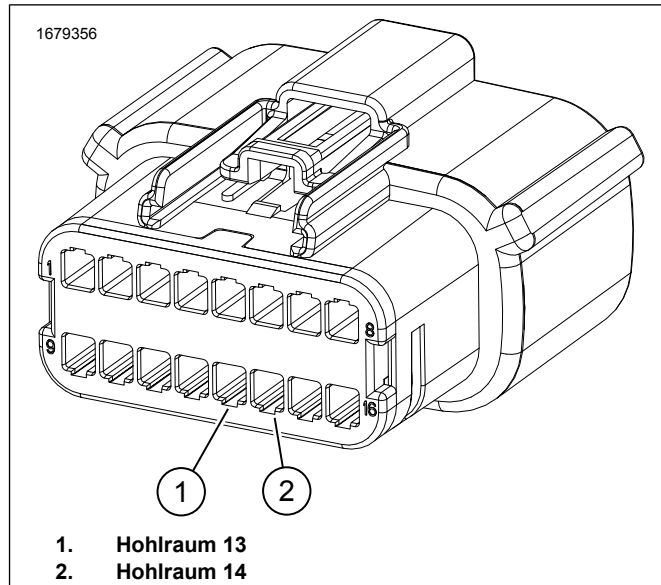

Abbildung 3. 16-poliger Steckverbinder C288_1
4. Siehe Abbildung 3. Die Stopfen von den Hohlräumen 13 and 14 des Steckverbinders [C288B_1] entfernen.